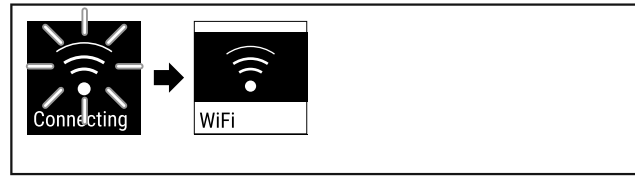

Fig. 76
- ▶ Πραγματοποιείται σύνδεση (βλέπε Fig. 76) .